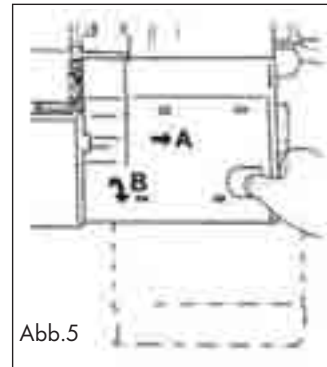

Abb.5
- Împingeți capacul frontal ⑩ spre dreapta (A) și trageți spre dumneavoastră (B) (fig. 5). În spatele capacului frontal ⑩ puteți observa loculșul greifărilor.